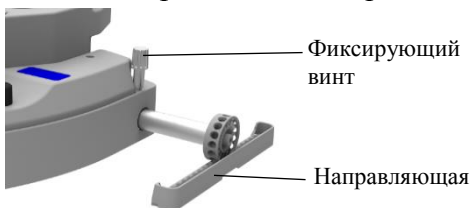

Рис. 18.5
8. Достаньте микроскоп, поставьте его на направляющие приборного столика и убедитесь, что колесики свободно и устойчиво двигаются по направляющим (рис.18.5), установите крышку протектора на направляющую, выверните четыре винта, прикрепленных к направляющей с помощью отвертки, затяните ранее снятые винты. (Рис.18.5 и 18.6)